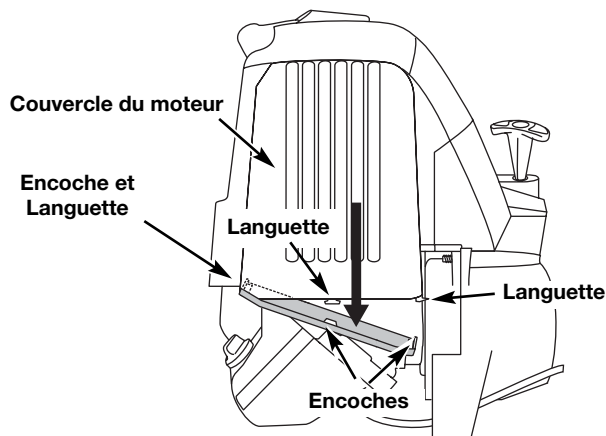

Fig. 30
1. Retirez le couvercle du silencieux en appuyant sur le coin à l'aide d'un tournevis à lame plate (Fig. 30). Glissez les encoches sur les côtés du couvercle par-dessus les languettes du couvercle du moteur et retirez le couvercle.